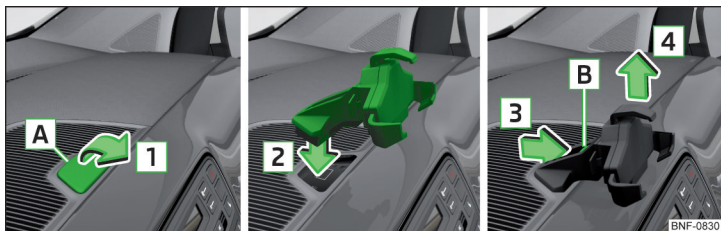

Fig. 76 Remover a pala / Fixar o adaptador / Remover o adaptador
- Colocar p. ex. uma moeda no entalhe [A] e levantar a pala no sentido da seta [1] » Fig. 76.
- Remover a tecla de abertura [B] no sentido da seta [3] e o adaptador no sentido da seta [4] » Fig. 76.